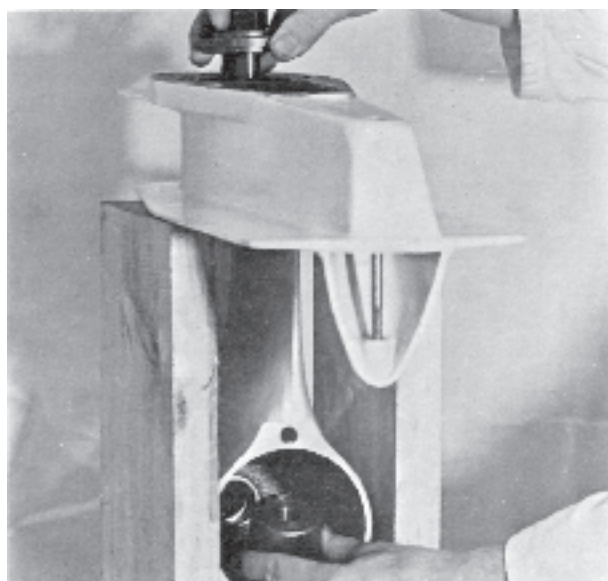

Fig. 22
2. Montera pumphjulet (175) och låsringen (174) på kugg-hjulet (172).
3. Pressa på lagerbanan för propelleraxelns nållager (158).
4. Träd på kugghjulet och brickan (176) på propelleraxeln samt pressa på lagret (167). Använd verktyg 884263. Lagret monteras så att urtaget i lagerbanorna för kulor-nas montering vändes i riktning mot kugghjulet. Montera låsbrickan (168) och muttern (169). Lås muttern med låsbrickan.
5. Placera 0,2 mm justermellanlägg (191) i propellerlager-huset och montera därefter propelleraxeln med lager i huset. Var försiktig vid monteringen så att inte lagret kommer snett i lagerhuset.
6. Drag fast brickan (176).
7. Drag in nållagret (165) för den vertikala drivaxeln (154). Använd verktyg 884241. Se fig. 22.